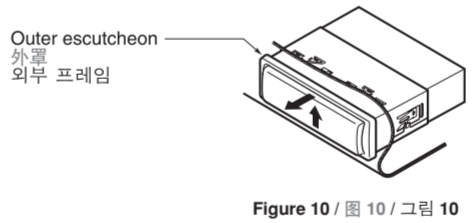

Figure 10 / 圖 10 / 그림 10
2. Press the outer escutcheon upward and remove it. (Figure 10)
2. 向上按压外罩将其取下。(图10)